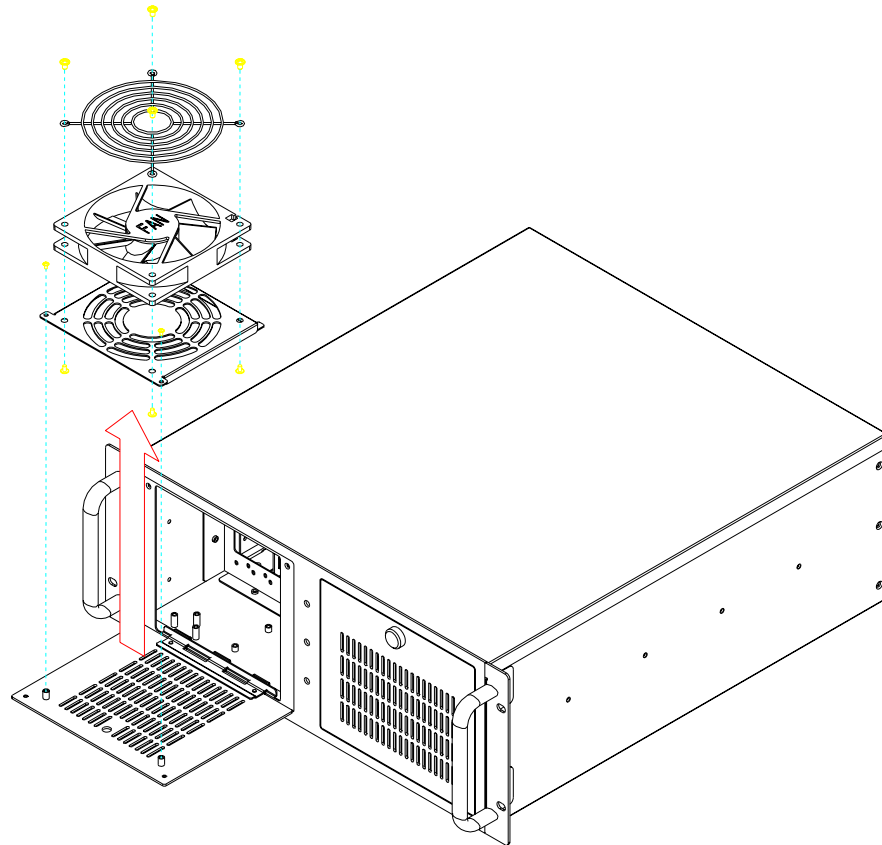

图 3.6：更换 IPC-610-L/IPC-611 的冷却风扇
4. 卸下风扇支架上的 4 个螺丝和风扇网罩上的 4 个螺丝，然后更换故障风扇。（如图 3.6 所示）